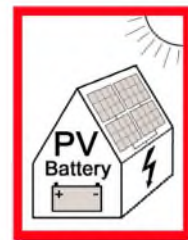

Abbildung 2: Kennzeichnung einer PV-Anlage am Haus oder am Hauszugang für die Feuerwehr, PV-Anlage mit Batteriespeicher
- Kennzeichnungen von PV-Anlagen **mit** Batteriespeicher sind nach DIN VDE-AR-E 2510-2 auszuführen (Abb. 2).